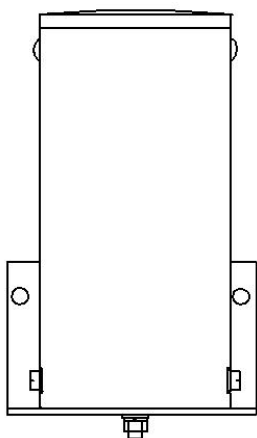
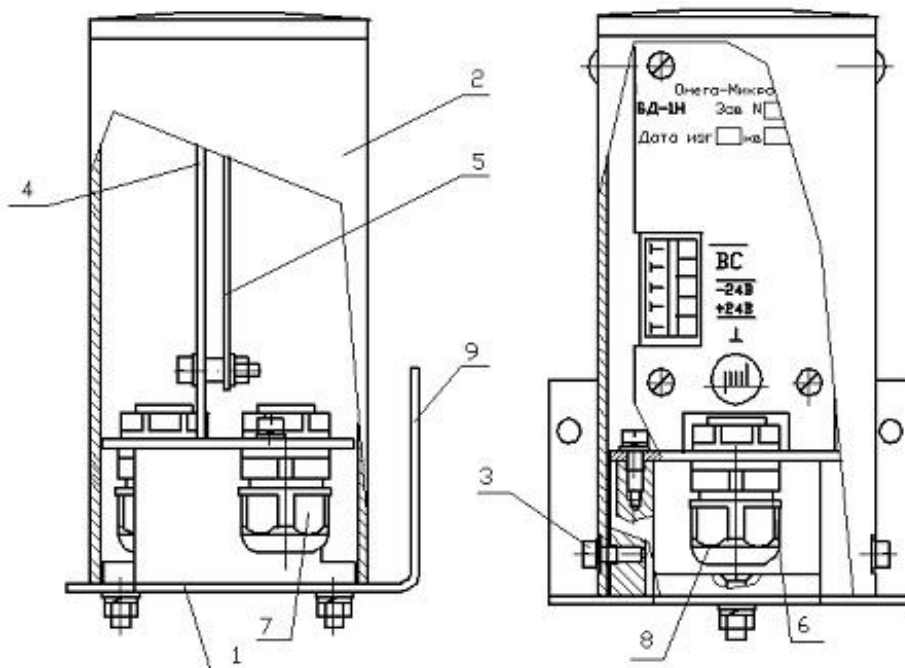

Рис. 5.1
Рис. 5.2
5.1.1 БМ и БД имеют сходную конструкцию см. рис. 5.1 и выполнены (рис. 5.2) в металлических корпусах 1 со степенью защиты IP65 со съемной крышкой 2. Крепление крышки осуществляется двумя винтами 3. В корпусе установлено шасси 4. На обратной стороне шасси закреплена печатная плата 5. Через окно в шасси обеспечен доступ к установленному на плате набору зажимов «БПРД» («БПРМ») для подключения кабелей БПРД (БПРМ). С обратной стороны шасси на плате установлен набор зажимов, для подключения проводов соединительного кабеля. В верхней части платы установлена кнопка-датчик положения крышки БМ (БД). В начальный